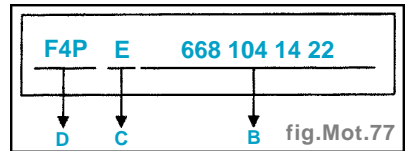

fig.Mot.77
- Détail du marquage (A) (fig. Mot. 77) :